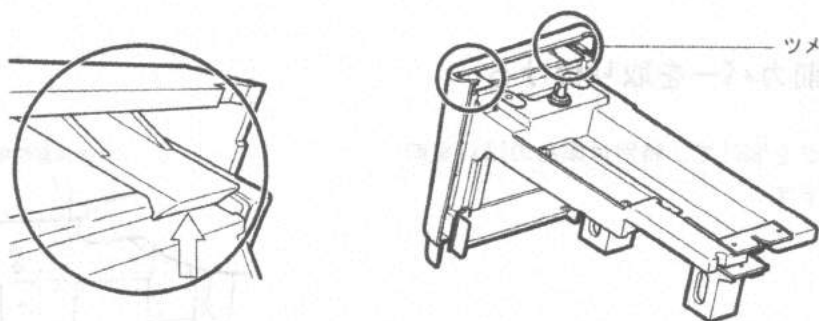
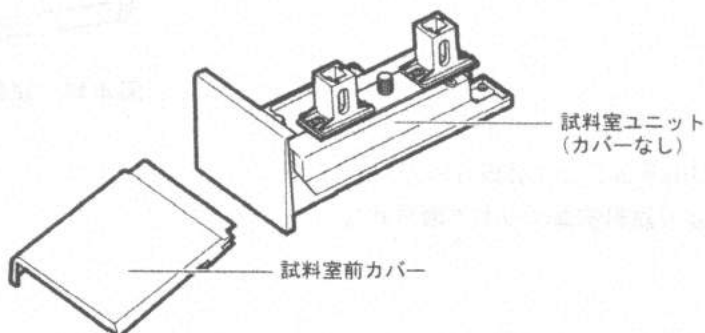

図 4.12 試料室前カバーのツメ
図 4.13 試料室ユニット
- 2 試料室ユニットの上下を逆さにし、図 4.12 のようにカバーのツメ（2カ所）を矢印方向に押して、試料室ユニットから外します。（図 4.13）